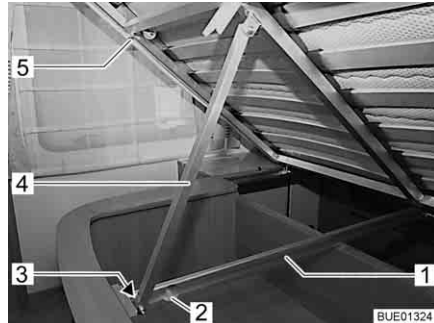

Fig. 127 Lit fixe
- Soulever le sommier à lattes (Fig. 127,5) et le presser vers l'avant jusqu'à ce que l'appui (Fig. 127,4) ait atteint la butée (Fig. 127,1) dans le rail de guidage (Fig. 127).
- Soulever le sommier à lattes (Fig. 127,5) et presser l'appui (Fig. 127,4) vers l'arrière par son extrémité inférieure. Veiller à ce que le galet de glissement (Fig. 127,3) ne saute pas du rail de guidage (Fig. 127,1) à l'extrémité de l'appui à l'ouverture de prise (Fig. 127,2).